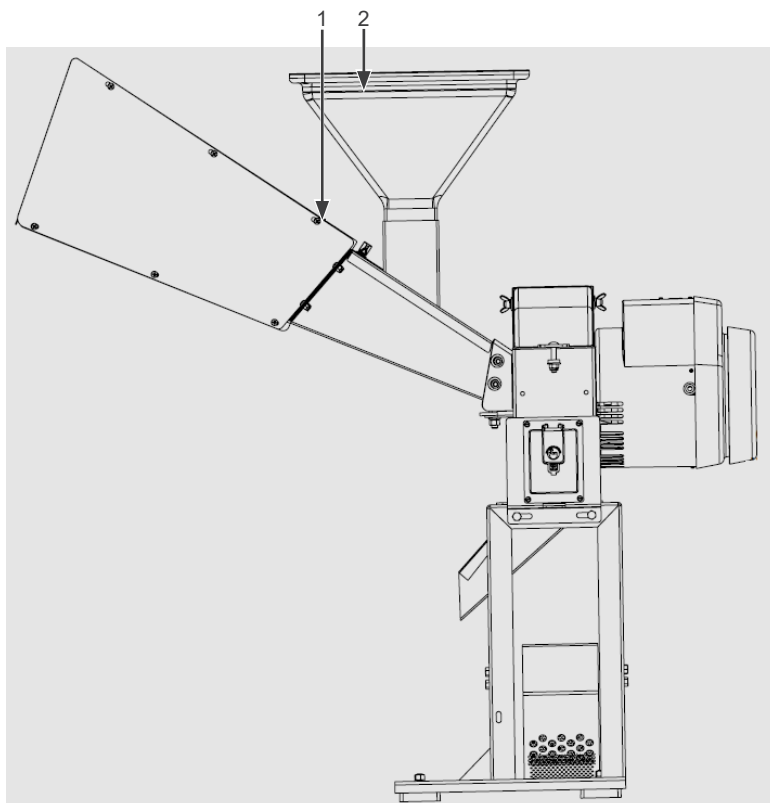

Figura 6.6: Funil do grão
Tome cuidado para não **sobrecarregar o motor**. Efetue a regulação da gaveta de saída dos grãos (1) de maneira que entre no triturador somente o material que ele consiga triturar, de acordo com o tipo de peneira escolhida. A regulação da gaveta de saída dos grãos é feita da seguinte forma: solte a borboleta que prende a gaveta e movimente a gaveta (1) para abrir ou fechar a saída de material localizada abaixo do funil do grão (2) conforme Figura 6.6 na página 6-4.